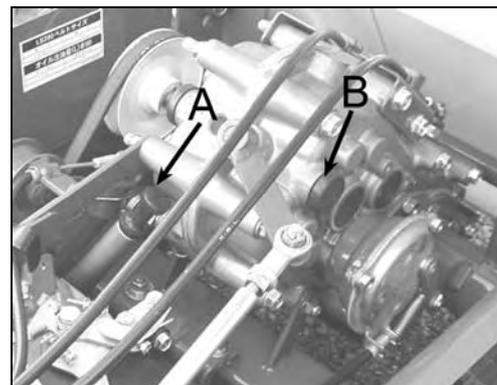

Abb. 11(LS280)
2. Entfernen Sie den Einfüllstopfen (B Abb.11) oben am Getriebegehäuse.